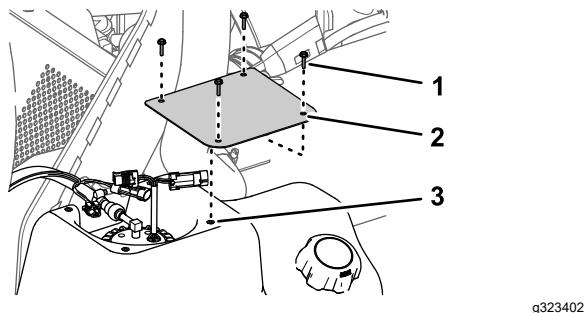

Figura 82
2. En el depósito de combustible, retire los 4 tornillos (N.º 10 x $\frac{3}{4}$ ") que sujetan la tapa a la parte superior del depósito de combustible, y retire la tapa (Figura 82).